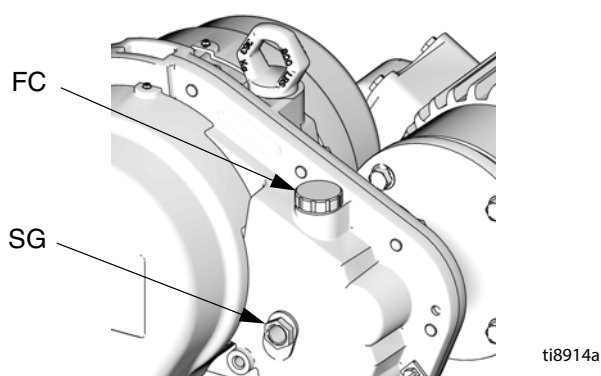

Рис. 6. Заливка масла
Откройте крышку маслозаливного отверстия (FC) и залейте в резервуар для масла шестеренчатого редуктора 1,9 литра (2 кварты) масла Graco 288414 (двенадцать бутылок по 1 кварте). Проверьте уровень масла через смотровое стекло (SG) на корпусе шестеренчатого редуктора. Не допускайте переполнения. См. Рис. 6.
**ПРИМЕЧАНИЕ:** После заливки 2 кварт в смотровом стекле (SG) уровень масла в выключенном состоянии превышает максимум, но во время работы уровень опускается.